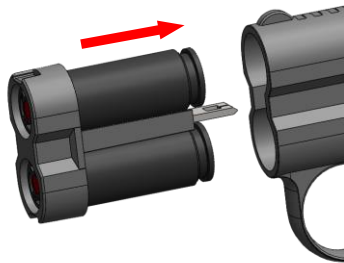

Рис. 3
5.3.1. Обойма 4 снаряжается двумя БАМами. При установке снаряженной обоймы в устройство (рис. 3), центральная часть обоймы отжимает защелку 5 вниз, при дальнейшем движении обоймы защелка возвращается в исходное положение, надежно фиксируя обойму. Устройство готово к использованию.